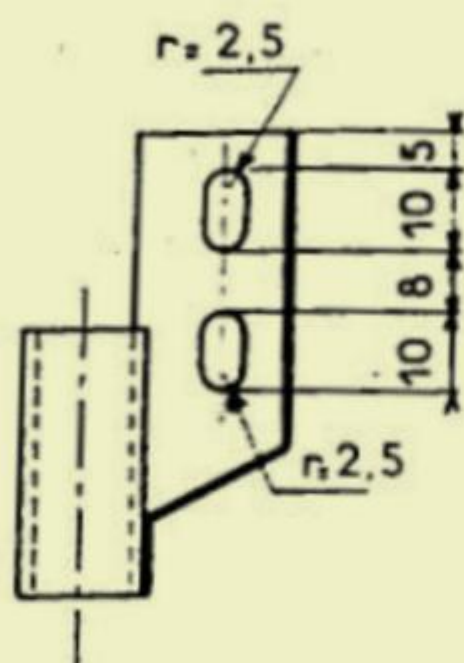

FIGURE 3
b) Par exécution de boutonnières verticales sur l'entretoise suivant Fig. 3 (permettant le réglage en hauteur).
suivant Fig. 3